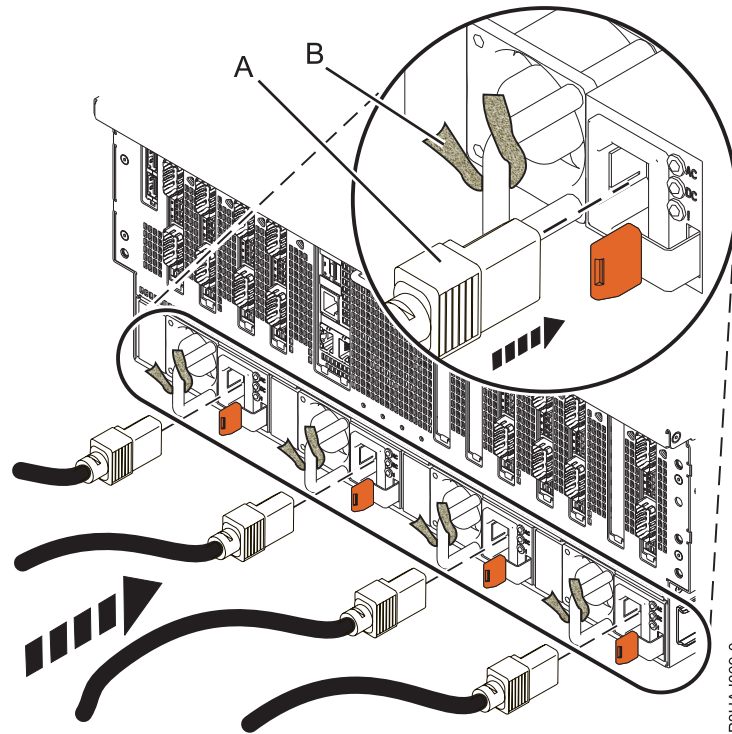

Figura 22. Enchufe de los cables de alimentación y fijación de los cables con velcro
- a. Enchufe los cables de alimentación en las fuentes de alimentación (**A**). Consulte la Figura 22 en la página 31.
- c. Fije los cables con bridas o pasadores (**B**), tal como se muestra en Figura 22 en la página 31.